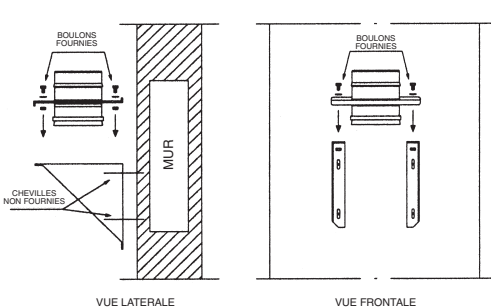
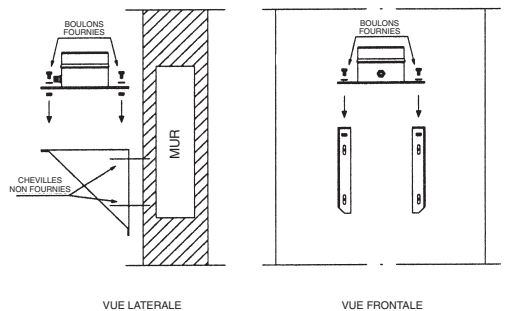

FIG. 3a Installation couple support avec plaque intermédiaire
FIG. 3b Installation couple support avec plaque de départ
- Fixer les deux éléments du couple support au mur, créant entre eux un plan d'appui horizontal, ensuite, fixer la plaque en serrant les écrous des boulons respectifs comme illustré dans la Figure 3a et la Figure 3b